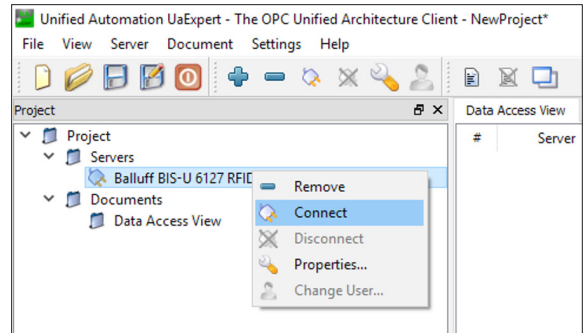

Bild 9-10: Verbindungsaufbau
11. Mit Rechtsklick auf den Server und Wählen von *CONNECT* die Verbindung zum Server aufbauen (siehe Bild 9-10).